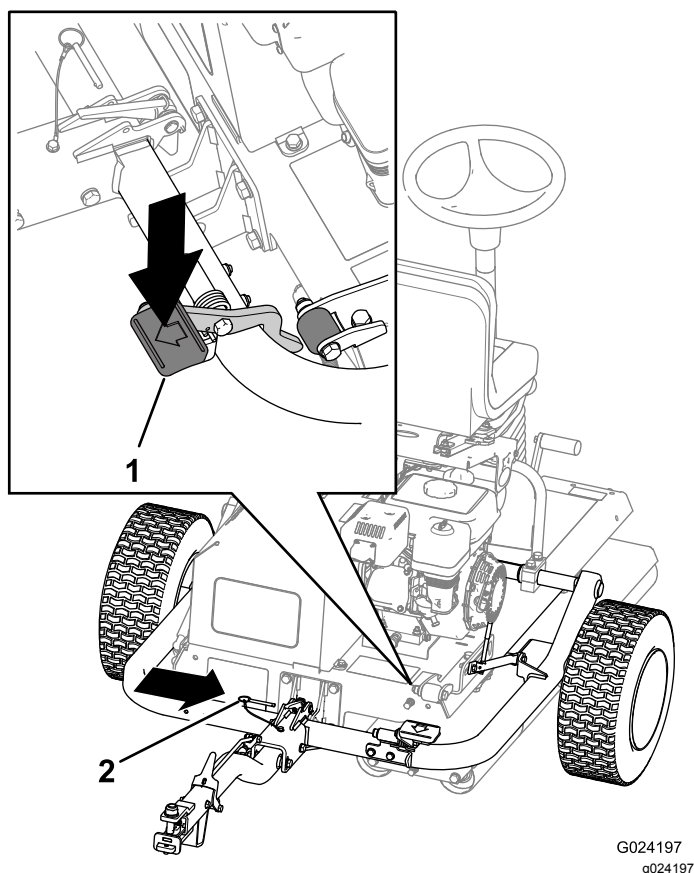

Figure 8
6. Appuyez sur la pédale d'attelage jusqu'à ce que l'attelage se verrouille en place (**Figure 8**).
7. Insérez la goupille de blocage (Figure 8).